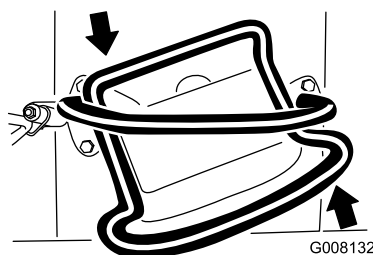

Bild 11
- Drehen Sie den Fahrtriabshebel nach links, um nach links zu fahren (Bild 11).